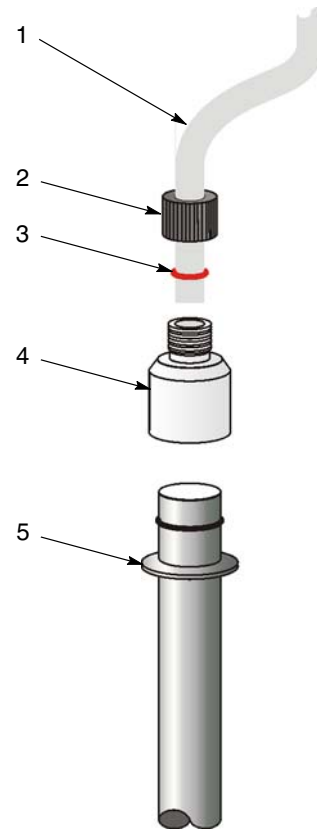

Figura 7 Ansamblu adaptor tubulatură de admisie
**NOTĂ:** Ansamblurile adaptor tubulatură de admisie sunt disponibile pentru tuburile de admisie cu sau fără inel O exterior. Figura 7 prezintă un tub de admisie cu inel O exterior.
1. A se vedea Figura 7. Tăiați drept capătul tubulaturii de aspirație (1) cu ajutorul unui cuțit de tubulatură.
2. Introduceți aproximativ 2 inci din tubulatura de aspirație prin piulița de fixare (2).
3. Montați inelul O (3) pe tubulatura de aspirație.
4. Introduceți tubulatura de aspirație în adaptorul pompei (4) până când ajunge la capăt.
7. Montați ansamblul adaptor pe tubul de admisie (5) cu ajutorul unei mișcări de răsucire.